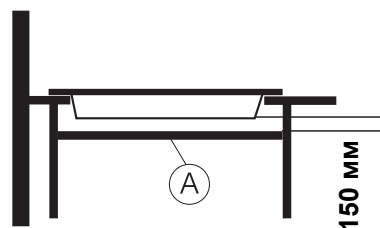

Рис. 3
- Если под газовой варочной поверхностью будет установлена горизонтальная перегородка «А», то расстояние между варочной поверхностью и перегородкой должно быть не менее 150 мм (рис.3).
6. После установки варочной поверхности под столешницей можно установить горизонтальную перегородку «А» (рис. 3), которая предохранит пользователя от случайного соприкосновения с горячей нижней поверхностью.